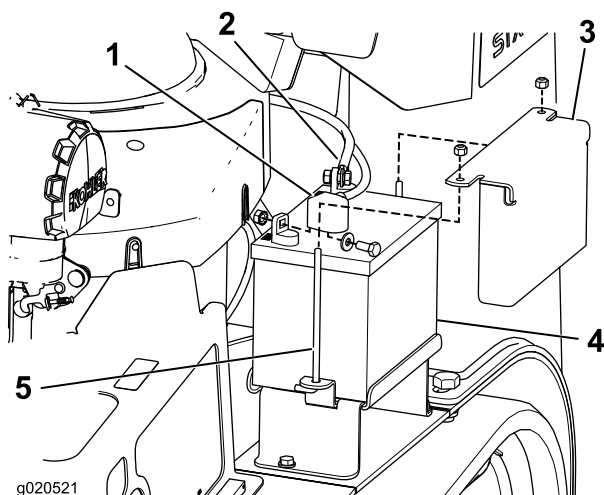

Figura 42
3. Levante a tampa de borracha preta no cabo negativo. Desligue o cabo negativo da bateria do terminal negativo (-) da bateria (Figura 42).
4. Retire a proteção do terminal vermelho do terminal positivo (vermelho) da bateria. Em seguida, retire o cabo positivo (vermelho) da bateria (Figura 42).
5. Retire a placa de suporte, os pernos em J e as porcas que seguram a bateria (Figura 42) e retire a bateria.
1. Coloque a bateria na máquina (Figura 42).
3. Primeiro, instale o cabo positivo (vermelho) da bateria no terminal positivo (+) da bateria com uma porca, anilha e perno (Figura 42). Coloque a proteção de borracha no borne.
4. Em seguida, instale o cabo negativo da bateria e o cabo de massa no terminal negativo (-) da bateria com uma porca, anilha e perno (Figura 42). Coloque a proteção de borracha no borne.